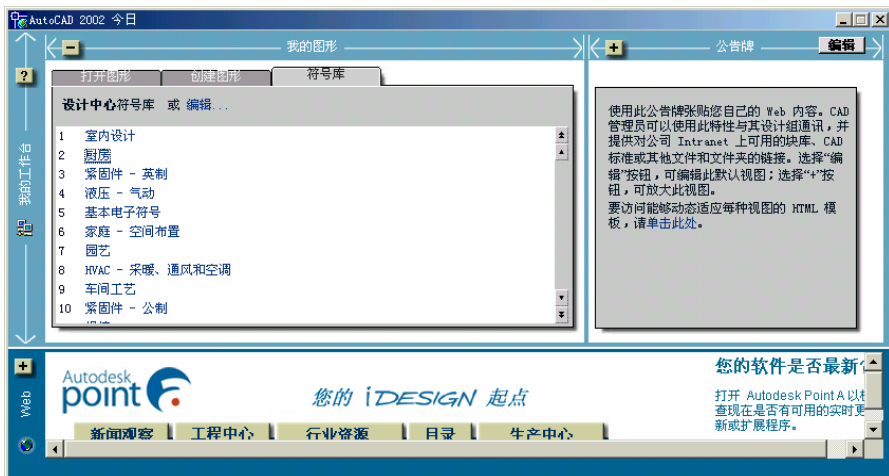

图 1-4
(1) 在如图 1-1 所示对话框中单击“符号库”选项卡，打开如图 1-4 所示窗口。